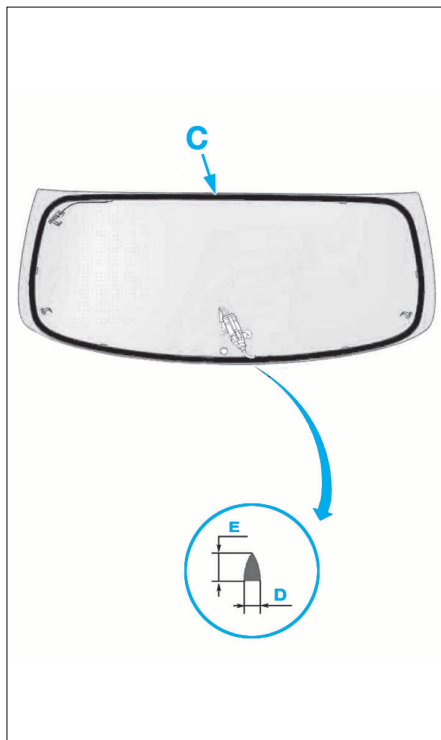

FIG. 127
- Préparer la buse en la coupant avec un diamètre (D) de 8 mm (Fig.127).